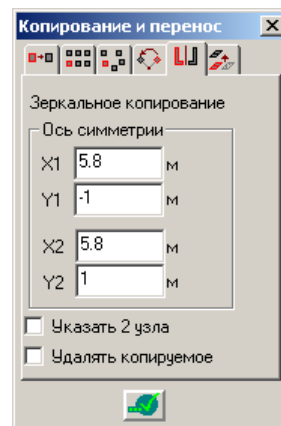

Рис.1.5.5. Окно диалога **Копирование и перенос** (закладка **Зеркальное копирование**)
- щелкните на закладке  – **Зеркальное копирование** (рис. 1.5.5);